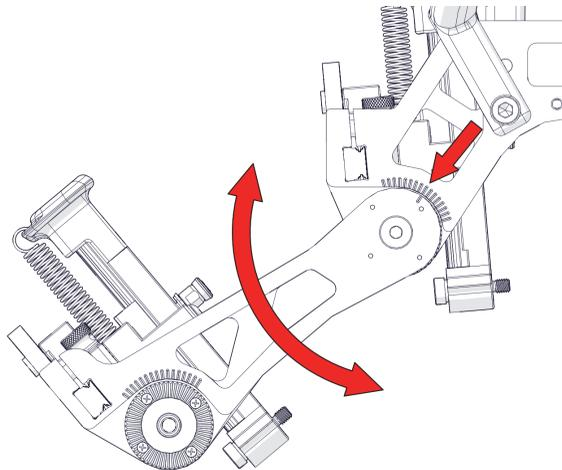

Figure 1-55 Positionnement du bras
2. Positionnez le bras de manière à ce qu'il soit perpendiculaire à la surface du tuyau (Figure 1-55 à la page 67). Si deux bras sont configurés sur la section centrale du module de sondes, utilisez les repères pour vous assurer que les deux côtés sont identiques.